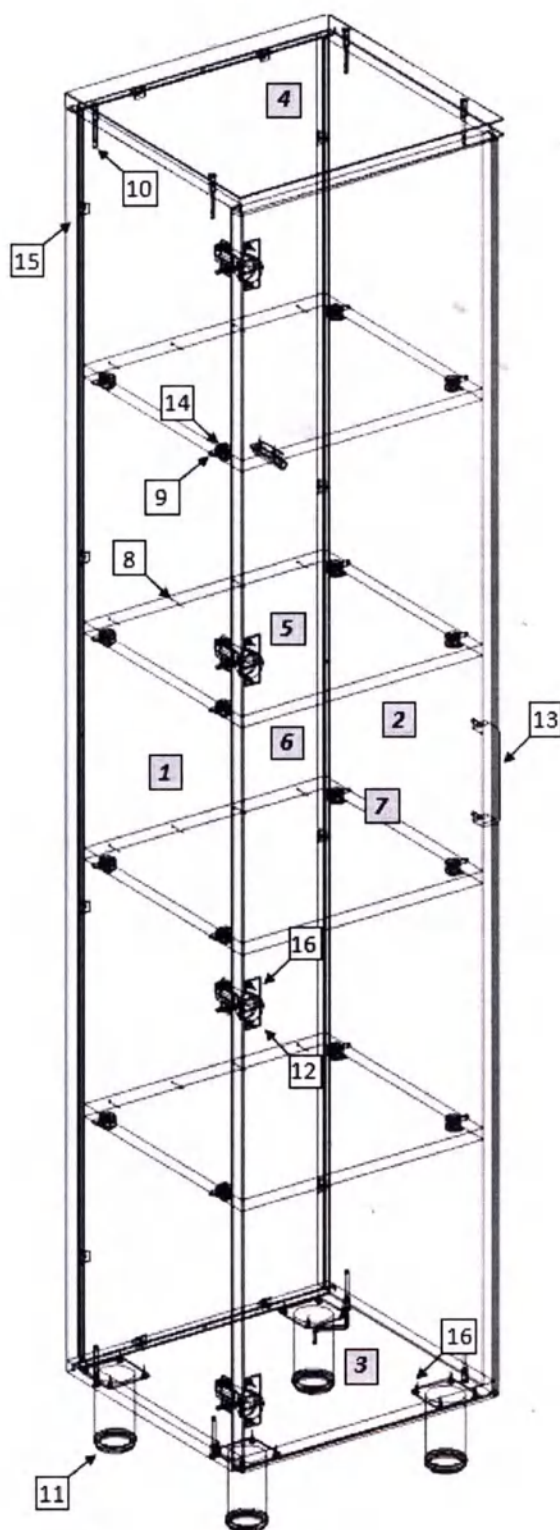

Рис. 1
1. Внимательно ознакомьтесь со схемой сборки, изображённой на рис. 1, сверяясь со спецификацией на изделие. Согласно схеме и спецификации определите расположение деталей в изделии и порядок их сборки. Сборка производится на ровном полу, укрытом материалом, предотвращающим повреждение покрытия пола и деталей мебели. Подготовьте необходимые для сборки инструменты – плоскую и крестовую отвёртки, молоток, рулетку или линейку.
2. На горизонтальных стенках (6) установите эксцентриковые стяжки (23). На вертикальных боковых стенках (1,2,9,10) установите монтажные планки петель (20). На боковых стенках (1,2) установите штоки эксцентриковых стяжек (16). На вертикальной стенке (5) установите дюбель (17).
3. Евровинтами (18) соедините вертикальные стенки (1,2,5) с горизонтальной нижней стенкой (3) и крышкой (4), боковые стенки (9,10) с горизонтальной нижней стенкой (11) и крышкой (12), предварительно установив в пазы задние стенки (7,13). Закрепите задние стенки в пазах уголками (24). Для крепления задних стенок к средней стенке (5) используйте скрепки (22) с шурупами. Установите и закрепите горизонтальные стенки (6), гвоздями (15) зафиксируйте к ним задние стенки. На горизонтальной нижней стенке (3) шурупами (25) закрепите опоры (19).
4. На дверях (8,14) при помощи шурупов 4×16 (25) установите петли (20), установите ручки (21). Закрепите двери к боковым стенкам. Отрегулируйте положение дверей винтами петель. На видимые головки евровинтов установите заглушки (26).